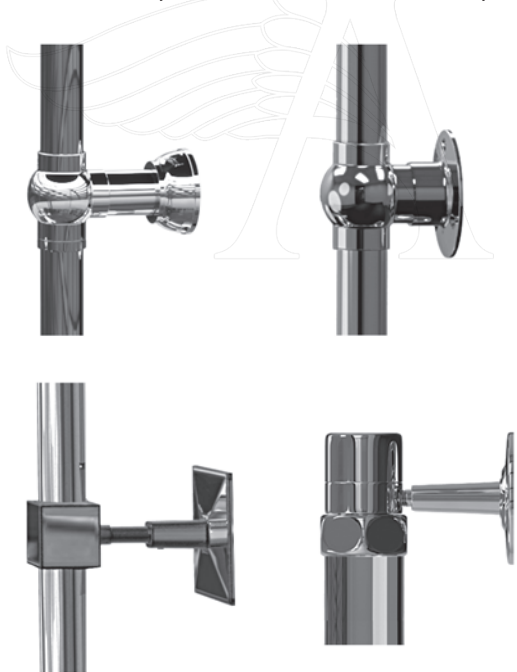

Рис. 5
- 4.10. Различные варианты крепления полотенцесушителя к стене с помощью кронштейнов показаны на *Рис. 5*.